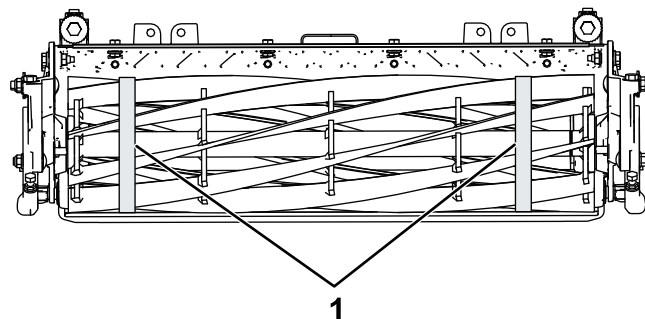

Figura 39
3. Con una cinta de medición de diámetro, mida el diámetro exterior del molinete en ambos extremos (Figura 39); la diferencia en el diámetro exterior entre los extremos debe ser inferior a 0,250 mm. Si la diferencia es superior, amole para corregir la diferencia.